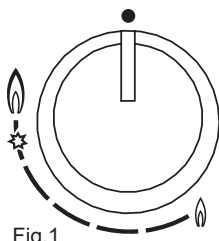

Fig.1
Ruotare in senso antiorario la manopola corrispondente fino alla posizione di massimo (fiamma grande fig. 1) e premere la manopola.
In mancanza di energia elettrica è possibile accendere i bruciatori con i fiammiferi posizionando la manopola al punto di accensione (fiamma grande fig. 1).
- Controllare sempre che le manopole siano nella posizione di chiuso (vedi fig.1) quando l'apparecchiatura non è in funzione.
- In caso di spegnimento accidentale della fiamma, la valvola di sicurezza, dopo qualche secondo, interromperà automaticamente l'erogazione del gas. Per ripristinare il funzionamento riportare la manopola al punto di accensione (fiamma grande fig. 1) e premere.